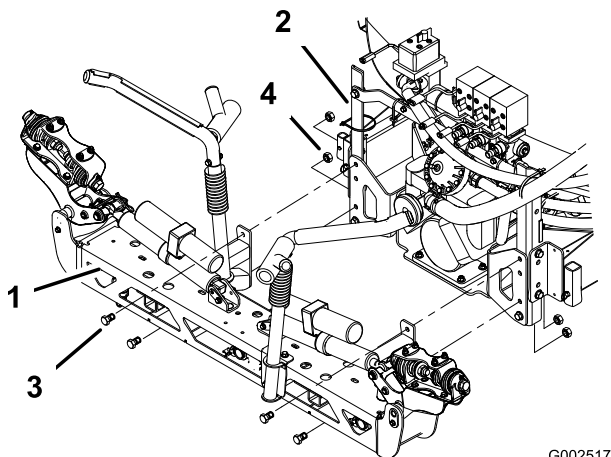

Figura 26
- Montate la barra centrale sull'irroratrice in corrispondenza degli attacchi del telaio, come illustrato nella Figura 26, usando 4 bulloni (1/2 x 1-1/4 pollici) e 4 dadi di bloccaggio (1/2 pollice).